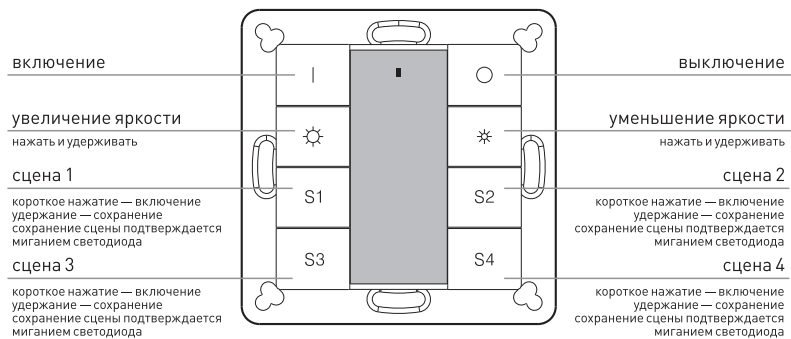

Рисунок 2. Назначение кнопок.
3.9. Проверьте работу панели (Рисунок 2).